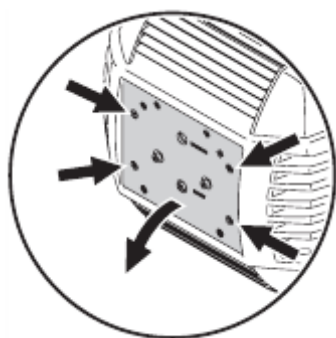

Рисунок 1: Доступ к лампе
2. Ослабьте 4 четверть-поворотных зажима, отмеченных на задней панели стрелками (Рисунок 1). Извлеките блок лампы настолько, насколько это будет возможно, и оставьте его в таком положении.